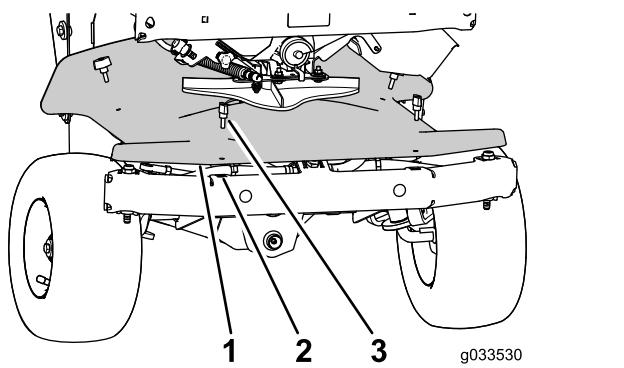

Figura 84
- A. Retire los cuatro tornillos de orejeta que sujetan la tapa delantera (debajo del impulsor) al chasis y retire la tapa (Figura 84).